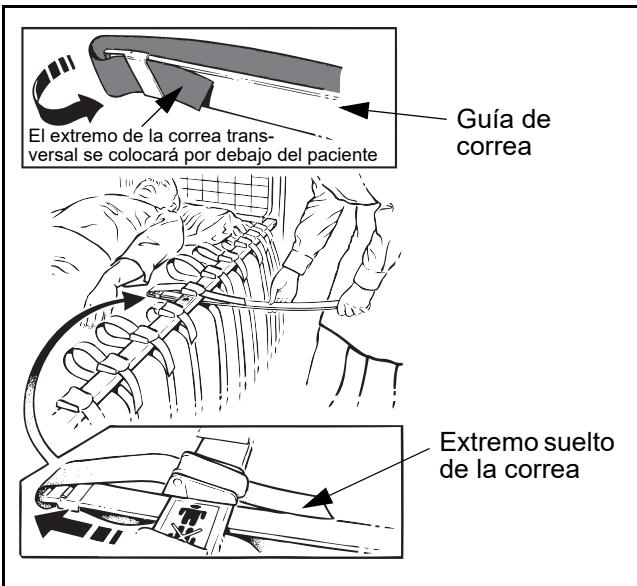
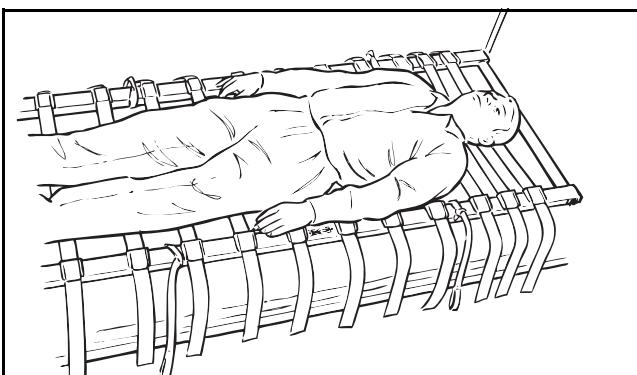

Fig. 53
Fig. 54
Inserte la sección larga de la correa que va a colocarse por debajo del paciente en la guía de correa como se ilustra en el cuadro de la Fig. 53. Empuje suavemente la correa para guiarla por debajo del paciente hasta que pueda sacarse e insertarse en la abrazadera de correa opuesta (véase la Fig. 54). Retire la guía de debajo del paciente teniendo cuidado de mantenerla debajo de la correa colocada.
**ADVERTENCIA:** Especialmente con pacientes obesos, o debajo de las nalgas, tenga cuidado de que no quede atrapada la piel al insertar la correa. Continúe insertando hasta que todas las correas estén debajo del paciente y a través de las abrazaderas. Presione a fondo cada broche (véanse la Fig. 53 y la Fig. 54) para asegurar que cada correa quede apretada y bloqueada en su sitio.
Todas las correas transversales deberán insertarse directamente en las abrazaderas, y no deberán colocarse alrededor de la sección lateral (véase la Fig. 53).